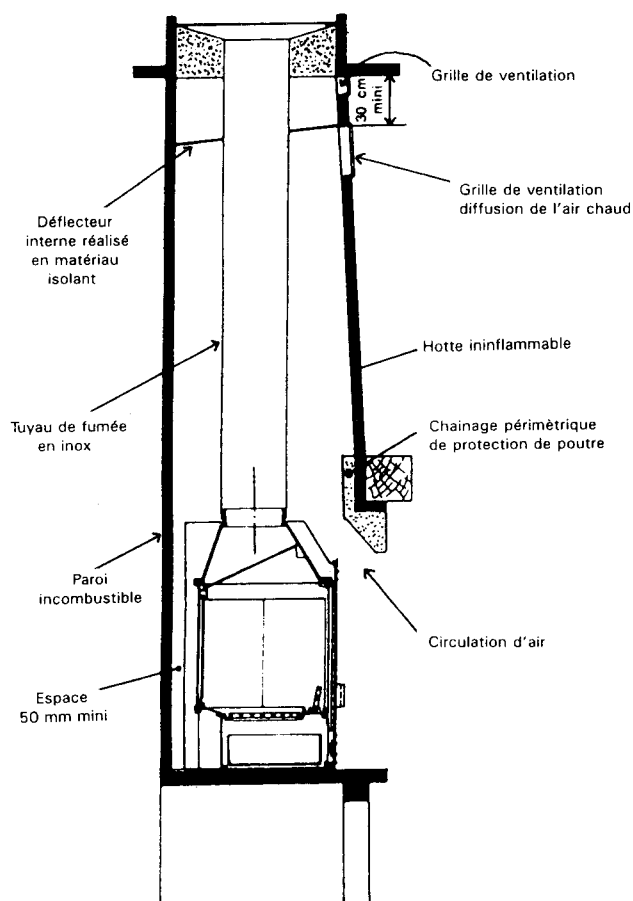

Fig. 3
1) Cas de l'installation dans une cheminée existante (voir Fig. 3)